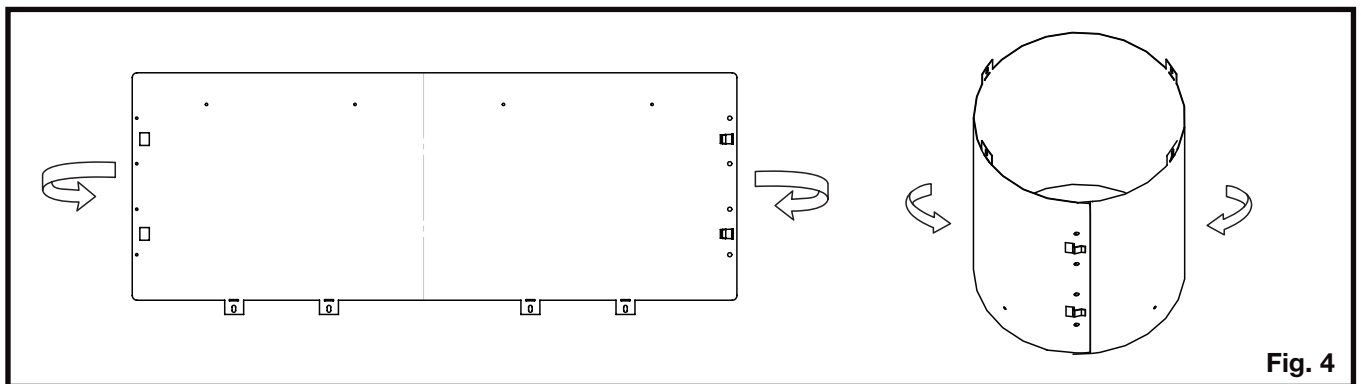

Fig. 4
4. Enlevez la douille d'évent comme illustré et assurez-vous de fixer les extrémités ensemble (**Figure 4**).